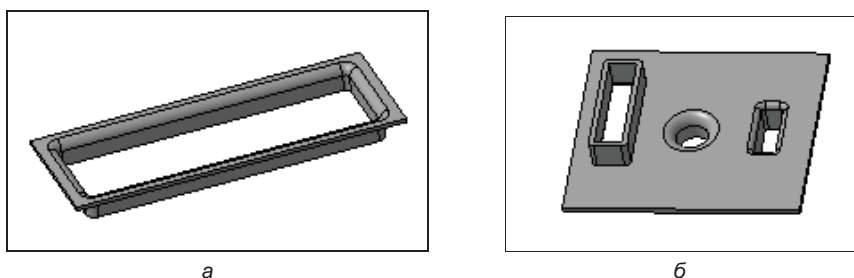

Рис. 29.35. Варианты создания штамповки
- ◆ нажмите кнопку **Создать объект** для завершения построения и кнопку **Завершить** для выхода из команды. В графической области у вас должно получиться как на рис. 29.35, а в **Дереве** модели появится элемент **Открытая штамповка** со своей пиктограммой.
Варианты построения открытой штамповки приведены на рис. 29.35.